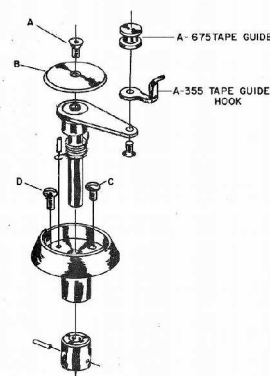

図 20-4 350 型の巻取りテンションアーム・アセンブリー(61)
供給側と同様、巻取り側ではキャプスタンの送り出しに対して巻取りリールの慣性や機械的なタイミングのずれから起動、停止時にテープがたるんだり、強く張ったりする。この現象はテープ速さが早いほど大きく、300 型の機構部と同様に、キャプスタンと巻取りリールとの間にテンションアームが設けられている(写真 20-1 の⑪、図 20-4)。そしてこのアームにマイクロスイッチが連動してテープがリールに巻き終わったときや、切断事故などがあつたときにメカニズムの動作を自動的に停止させるようになっている。